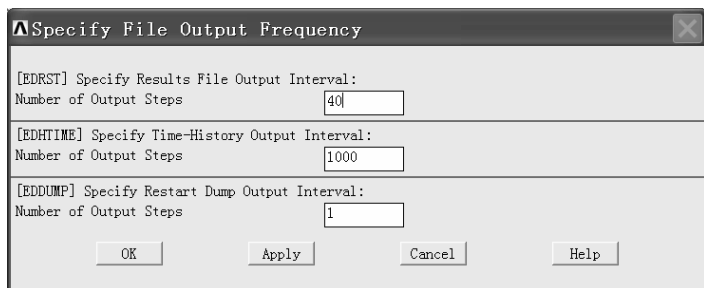

图 5-50 “Specify File Output Frequency” 窗口
(4) 在 “Specify Output File Types for LS-D...” 窗口中 “File options” 后的方框中选择 “Add”, 在 “Produce output for...” 后的方框中选择 “LS-DYNA”, 然后单击该窗口中的 “OK” 按钮。
(5) 依次选择 Main Menu>Preprocessor>Solution>Output Controls>File Output Freq>Number of Steps, 弹出 “Specify File Output Frequency” 窗口 (见图 5-50)。